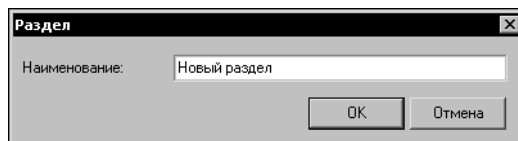

Рис. 18.9. Добавление нового раздела в контекстное меню
2. Щелчком правой кнопки мыши откройте контекстное меню вкладки и выполните команду **Добавить раздел** (рис. 18.9).
3. В открывшемся окне **Раздел** введите имя нового раздела меню и нажмите кнопку **OK** (рис. 18.9).
Создание нового раздела на панели быстрого доступа проводится по полной аналогии с созданием нового раздела контекстного меню (см. рис. 18.9 в подразделе 18.3.3):